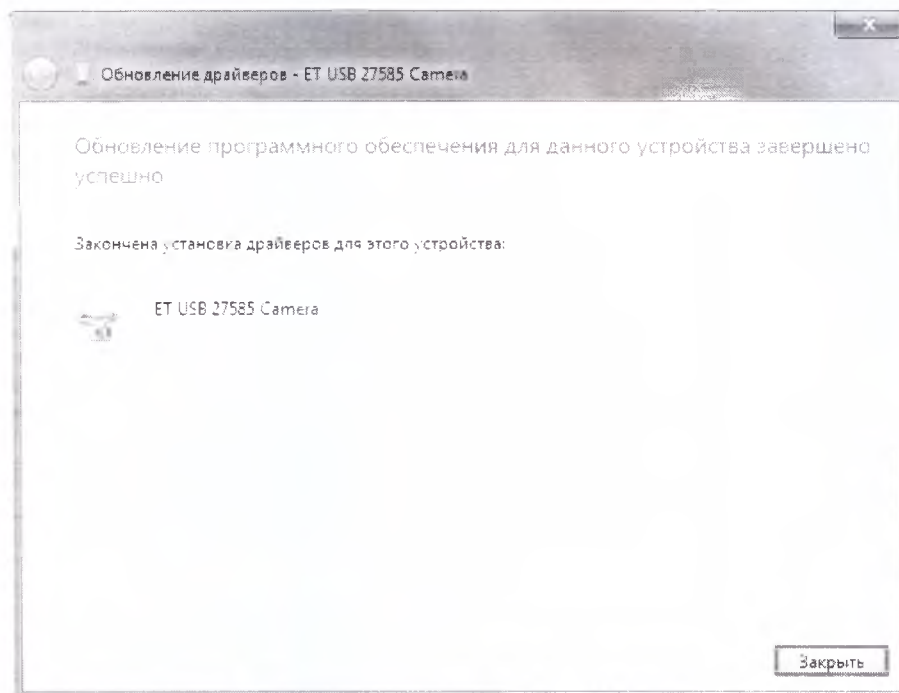

Рисунок 7 – «Успешная установка драйвера»
8) При успешной установке драйвера появится следующее диалоговое окно (рисунок 7). Нажать «Заккрыть».